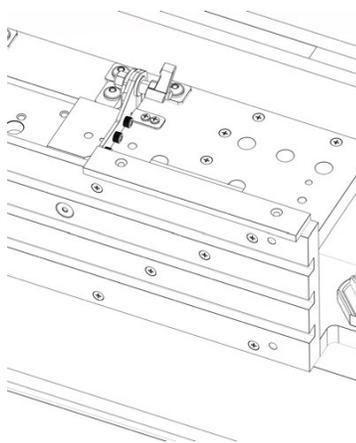

FIG. 3
1. Les renforts supérieurs en bois (pièce no 2) sont préperçés et doivent s'aligner au bon côté de votre table de travail. Voir figure 3.